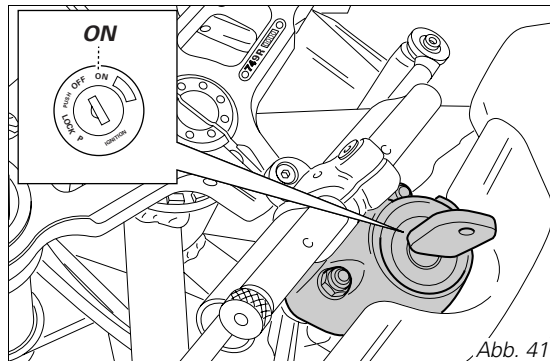

Abb. 41
1) Den Zündschlüssel auf ON drehen (Abb. 41). Prüfen, dass die grüne Kontrollleuchte N und die rote Kontrollleuchte  am Cockpit aufleuchten.